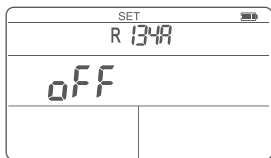
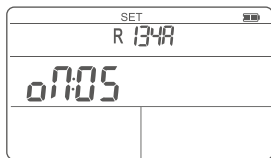

图9 自动关机关闭界面
图10 自动关机开启界面
2.短按  两次切换至自动关机设置(图9)。
❶ 默认自动关机时间为15分钟。
❶  :关闭自动关机功能(图10)  :打开自动关机功能